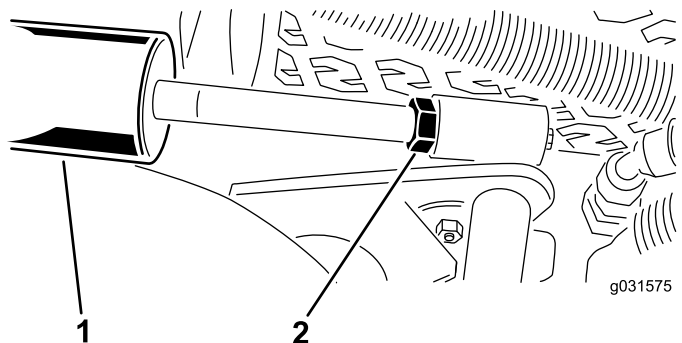

Figura 14
A. Abbassate l'apparato di taglio e allentate il controdamo sul cilindro (Figura 14).